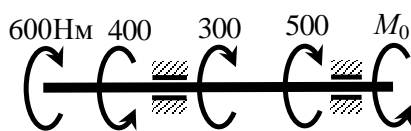

Рисунок 1
2. Подобрать диаметр вала из условия прочности и жесткости (рис.1), если $[\tau]=80$ МПа, $[\sigma]=0,035$ м⁻¹.